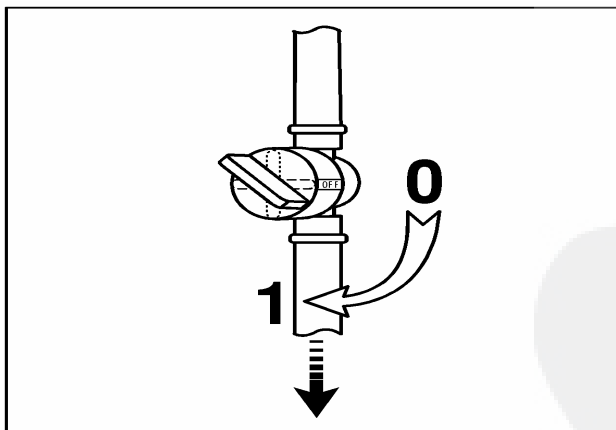

Fig. 14
1. Open brandstofkraantje. Het moet naar onder wijzen. (fig. 14)